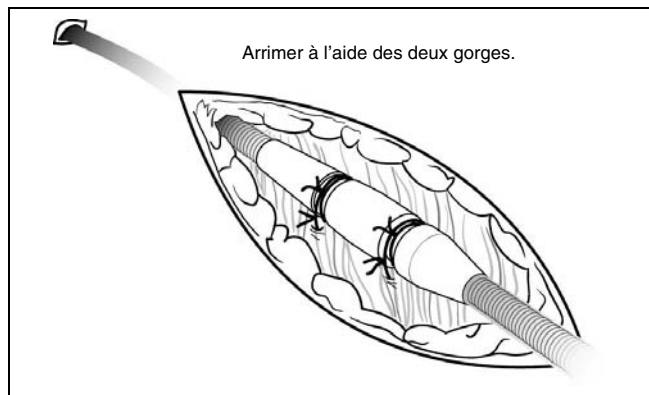

Figure 7. Utilisation du manchon avec l'implantation par voie percutanée.
1. Peler la gaine de l'introducteur et glisser profondément le manchon de suture dans les tissus (Figure 7).